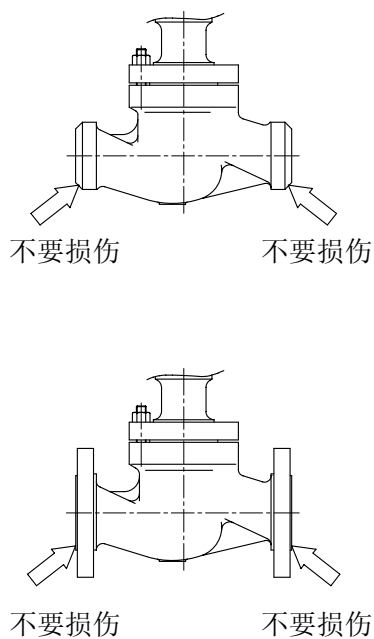

图 2-1
- (6) (a) 请将控制阀内部用水加以仔细清洗后干燥处理。
- (b) 请勿损伤图 2-1 所示配管连结法兰的密封面。
- 请不要损伤如图 2-1 所示配管连接法兰的密封面或焊接形的坡口，以免造成密封面泄漏。
- 请勿损伤如图 2-1 所示的配管连接法兰的密封面或焊接形的坡口，以免造成密封面泄漏。